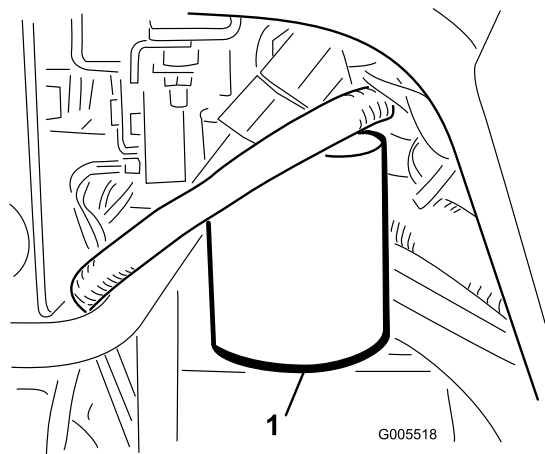

Figure 60
1. Nettoyez la surface autour de la surface de montage du filtre (Figure 60). Placez un bac de vidange sous le filtre et enlevez le filtre.